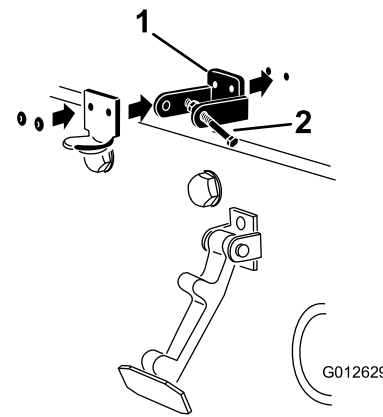

Bild 13
Hinweis: Die Riegelhalterung muss an der Haube anliegen (Bild 13). Nehmen Sie die Schraube und Mutter nicht vom Arretierungsarm für den Riegel ab.
5. Nieten Sie die Halterungen und Scheiben an die Haube (Bild 13).